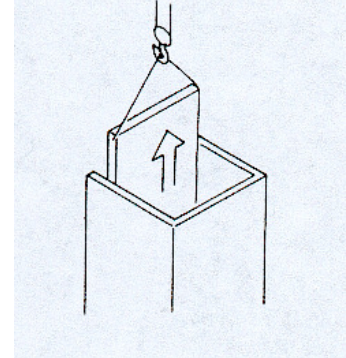

fig.94
- **MAI** sollevare carichi "guidati" (fig.94).